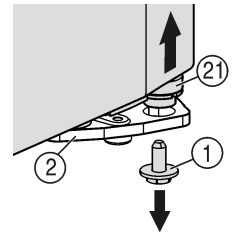
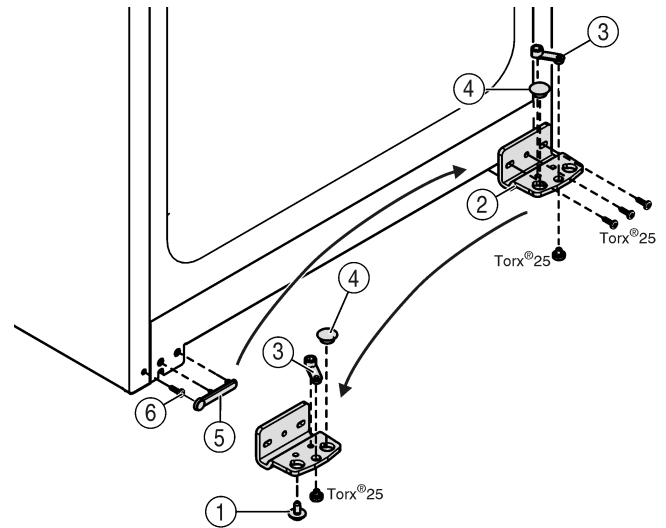

Fig. 4
Fig. 5
- ▶ Dévisser la vis de blocage du support d'appui *Fig. 4 (1)* en bas à droite.
- ▶ Le pivot d'appui *Fig. 4 (21)* se desserre du support d'appui *Fig. 5 (2)*.
- ▶ Si le pivot d'appui *Fig. 4 (21)* ne se débloque pas poussez-le par le bas.
- ▶ Dévisser le support d'appui *Fig. 5 (2)*.
- ▶ Dévisser l'élément pivotant *Fig. 5 (3)* et le permuter dans le trou opposé du support d'appui, revisser à fond.
- ▶ Retirer le bouchon *Fig. 5 (4)* du support d'appui et le placer dans le trou du côté opposé au support d'appui.
- ▶ Retirer le cache *Fig. 5 (5)* côté poignée avec précaution.
- ▶ Retirer la vis *Fig. 5 (6)* et la revisser sur le côté opposé.
- ▶ Remettre en place le cache *Fig. 5 (5)*.
- ▶ Revisser le support d'appui *Fig. 5 (2)* sur le nouveau côté charnière, en utilisant une visseuse sans fil si nécessaire, avec un couple de serrage de **4 Nm**.
- ▶ Visser la vis d'arrêt Fig. 4 (1) en bas dans le pivot d'arrêt et la serrer à fond (**avec 4 Nm**).